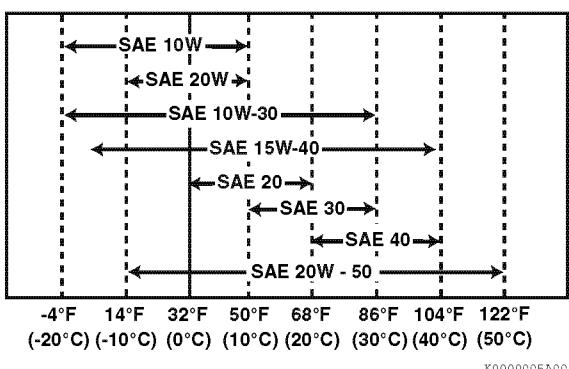

Рисунок 3
- Выбирайте вязкость масла в зависимости от окружающей температуры, при которой будет эксплуатироваться двигатель. См. схему классификации вязкости SAE (Общества автомобильных инженеров) (Рисунок 3).
Выбирайте подходящую вязкость моторного масла в зависимости от окружающей температуры, используя схему классификации вязкости SAE на Рисунок 3.